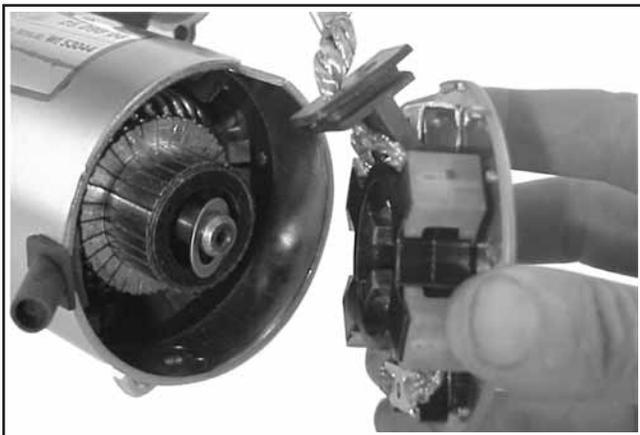

Figura 8-34. Retirar o Conjunto da Placa Terminal do Comutador.
5. Retire o conjunto da placa terminal do comutador, que contém o suporte da escova, as escovas, as molas e as tampas de bloqueio. Retire a anilha de impulso do interior da extremidade do comutador. Consulte a Figura 8-34.